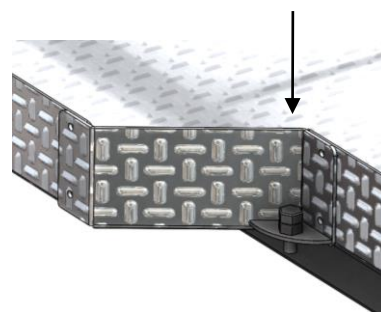

Рис.3
9. Отрегулировать резиновые упоры (вывернуть или завернуть рукой) таким образом, чтобы они упирались в закрытый задний борт грузового отсека. Ввернуть болты-ограничители. (рис.3).